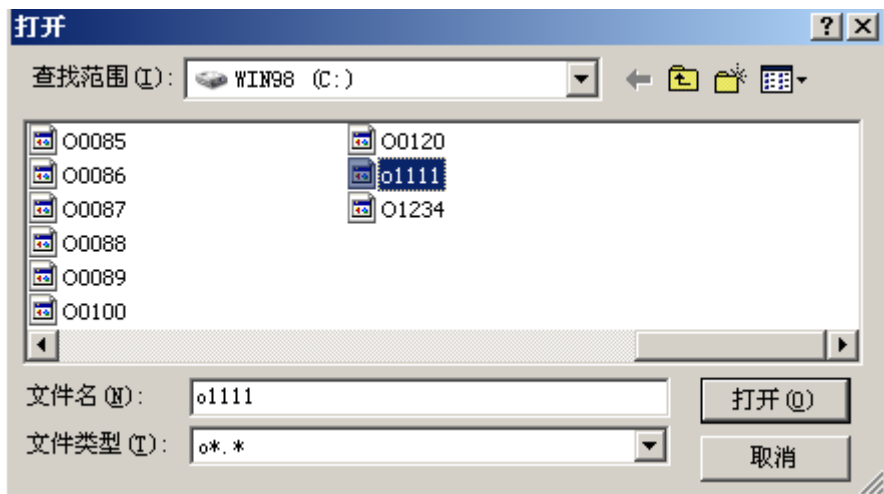

图 4.8.1 选择边传边加工的 G 代码
- 3、在上位机软件主界面中点击  图标，将弹出 G 代码选择窗口，如图 4.8.1 所示：